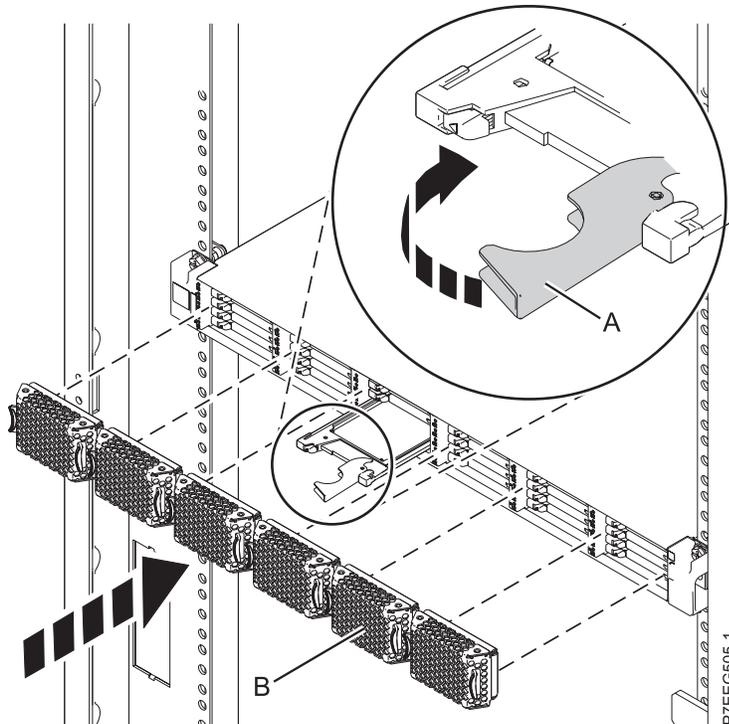

Figure 13. Installation d'une unité SSD dans le Boîtier de stockage PCIe 58/88
1. Avec la poignée en position déverrouillée, alignez l'unité SSD avec les rails de guidage dans le boîtier. Voir figure 13, à la page 25.
3. Tournez la poignée de verrouillage (A) pour la mettre en position verrouillée, comme indiqué à la figure 13, à la page 25.
4. Installez le panneau (B).